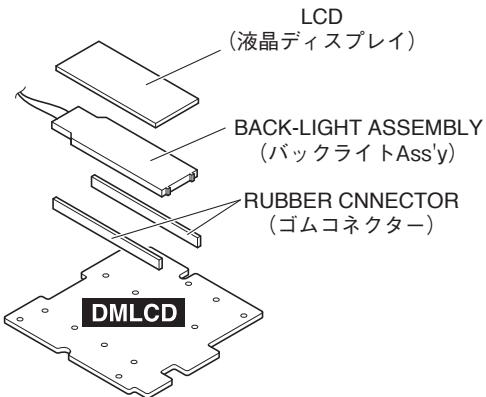

Fig.6 (図6)
- 9-3 Remove the back-light assembly. (Fig.6)
- 9-4 Remove the rubber connector. (Fig.6)
- 9-5 Remove the LCD. (Fig.6)
- * *Avoid touching the conductive part of the rubber connector as much as possible. Should foreign matter or dirt adhere, remove such contamination using adhesive tape or the like. Do not wipe off using solvents such as benzene or alcohol. (Fig.6)*
- 9-3 バックライト Ass'y を外します。(図 6)
- 9-4 ゴムコネクターを外します。(図 6)
- 9-5 液晶ディスプレイを外します。(図 6)
- * ゴムコネクターの導電部には極力触れないようにしてください。異物、ごみ等が付着した場合は粘着テープ等で取り除き、ベンゼン・アルコール等の溶剤では拭かないでください。(図 6)